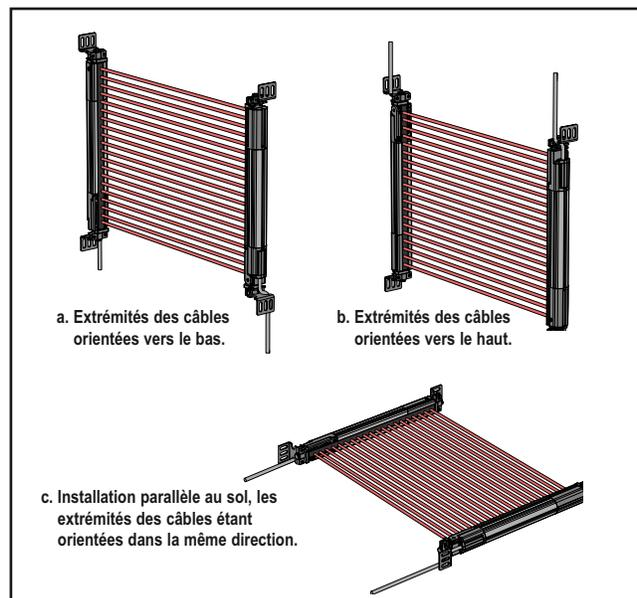
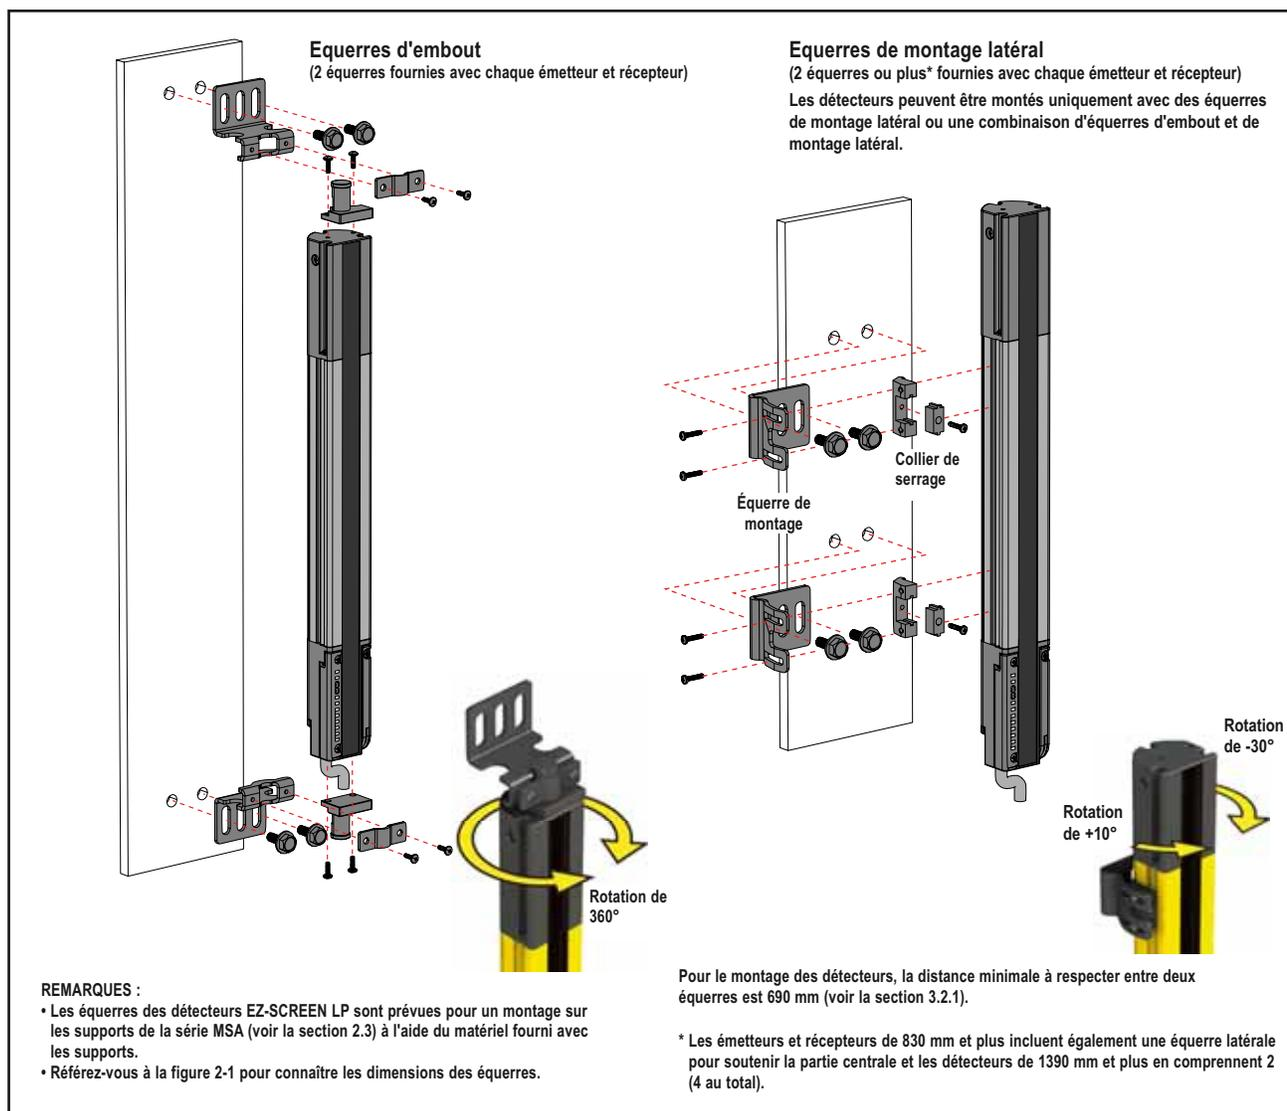

Figure 3-5. Exemples d'orientations correctes de l'émetteur et du récepteur
Figure 3-10. Matériel de montage du récepteur et de l'émetteur (voir l'annexe A pour plus d'informations)
Chaque détecteur est fourni avec deux équerres d'embout et au moins deux équerres de montage latéral. Les équerres d'embout permettent une rotation de 360°. Les équerres de montage latéral permettent une rotation de 30° dans une direction et de 10° dans l'autre (voir la figure 3-10). Les équerres de montage latéral peuvent être montées d'un ou des deux côtés du boîtier. Si une plus grande rotation est nécessaire, consultez les équerres disponibles en option dans la section 2.4.
Il est nécessaire d'utiliser des équerres latérales de support central avec des détecteurs plus longs, s'ils sont exposés à des chocs ou des vibrations. Dans de tels cas, les détecteurs sont conçus pour être montés avec une distance maximale de 690 mm entre deux équerres. Les détecteurs de 830 mm et plus sont fournis avec une ou plusieurs équerres latérales supplémentaires destinées au support central (voir la figure 3-10).
1. Partant d'un point de référence commun (en respectant la distance de sécurité minimale calculée à la section 3.1.1), placez l'émetteur et le récepteur sur le même plan avec leurs axes centraux directement opposés. **Important : Les connecteurs situés à l'extrémité des deux détecteurs doivent pointer dans la même direction** (voir la figure 3-5 et l'avertissement de la section 3.1.4). Montez, sans serrer, les équerres sur la surface requise à l'aide des boulons et des écrous M5 fournis ou votre propre matériel. Les équerres peuvent être orientées vers l'extérieur ou l'intérieur (voir la figure 2-6).
1. Partant d'un point de référence commun (en respectant la distance de sécurité minimale calculée à la section 3.1.1), placez l'émetteur et le récepteur sur le même plan avec leurs axes centraux directement opposés. **Important : Les connecteurs situés à l'extrémité des deux détecteurs doivent pointer dans la même direction** (voir la figure 3-5 et l'avertissement de la section 3.1.4). Montez, sans serrer, les équerres sur la surface requise à l'aide des boulons et des écrous M5 fournis ou votre propre matériel (voir la figure 3-10).